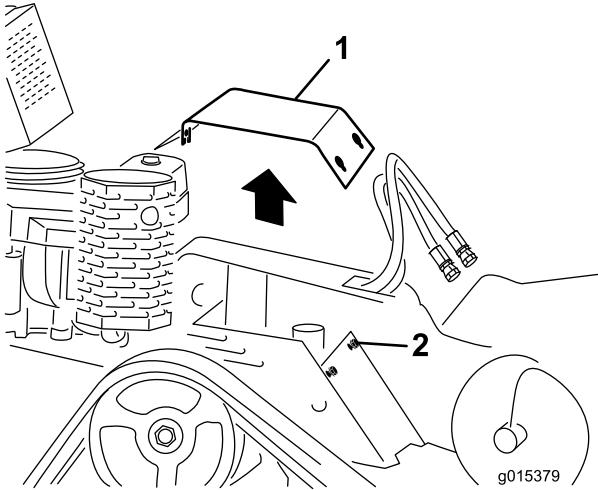

Figura 25
3. Afloje secuencialmente los tres pernos que sujetan la cubierta al bastidor hasta que la cubierta quede suelta (Figura 25).
2. Coloque la cubierta en su sitio y sujetela con los tres pernos que retiró anteriormente (Figura 25).